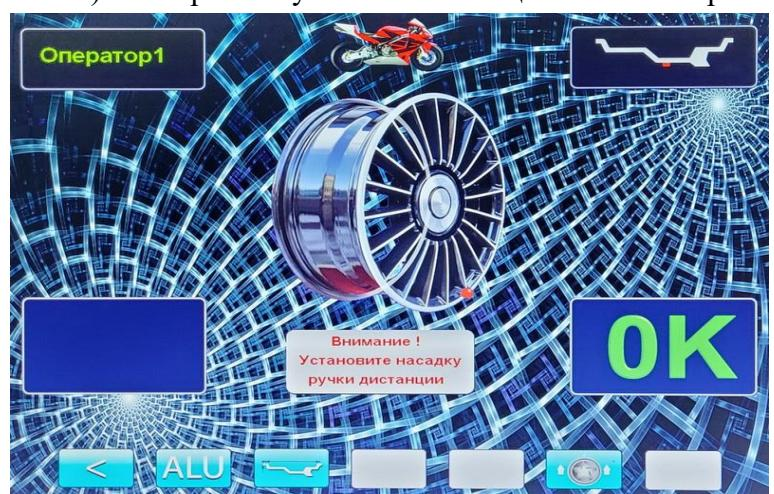

Рис. 27.1.
27.2. Для входа в режим балансировки колёс мотоциклов нажмите кнопку «MENU», в открывшемся окне MENU (рис.16.1) выберите пункт 2 «Мотоцикл». На экране основного рабочего режима появится изображение мотоцикла и надпись: «Внимание! Установите насадку на ручки дистанции» (рис.27.1).